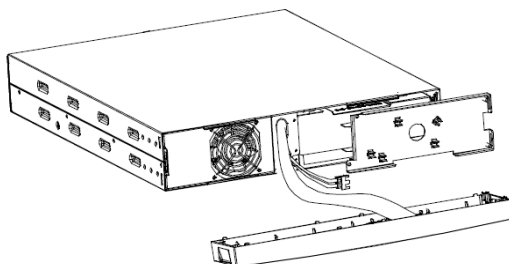

Figura 13: Smontaggio della copertura delle batterie
3. Rimuovere la copertura delle batterie (vedi Figura 13).